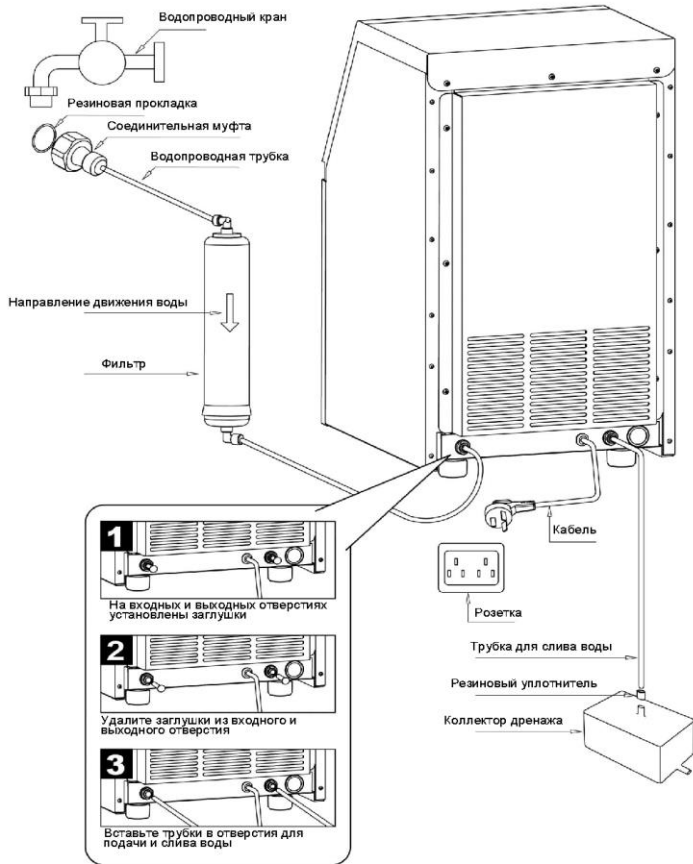

Рис.2 Схема подключению к водоснабжению.
8. Подключить оборудование к инженерным сетям, согласно схеме подсоединения льдогенератора (Рисунок 2).